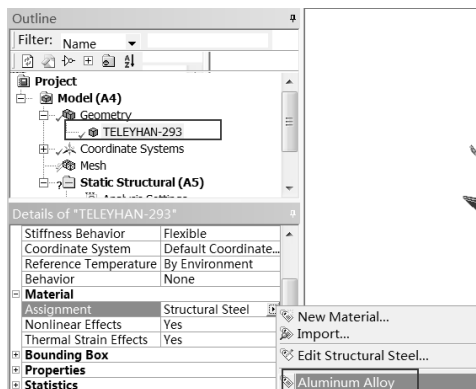

图 5-98 添加材料
Step2：选择 Mechanical 界面左侧 Outline（分析树）中 Geometry 选项下的 TELEYHAN-293，此时即可在 Details of “TELEYHAN-293”（参数列表）中给模型添加材料，如图 5-98 所示。